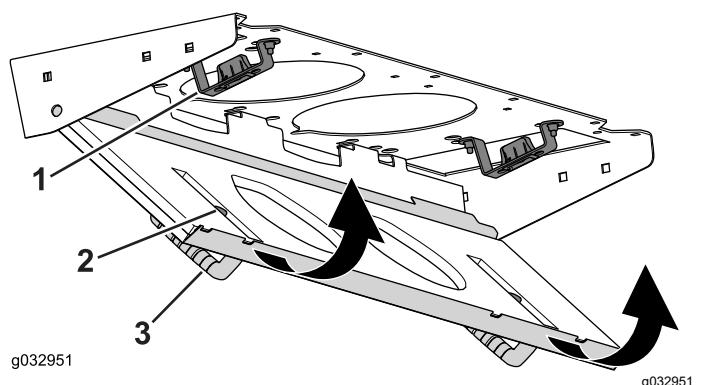

Bild 89
4. Drehen Sie den Filterschirm um die Laschen, bis der Riegel in die Riegelhalterung (Bild 89) einrastet.